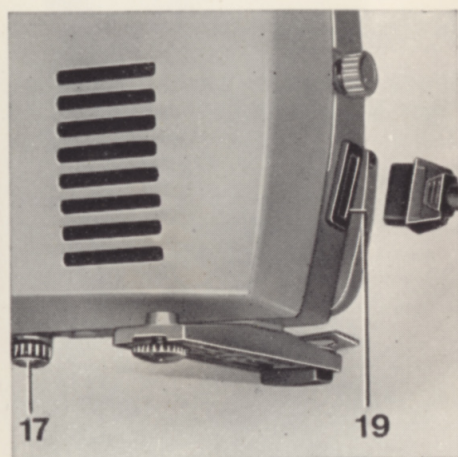

Abb. 2
- 2** Anschliessen des Netzkabels an die Steckbuchse Nr. 19 (Abb. 2).